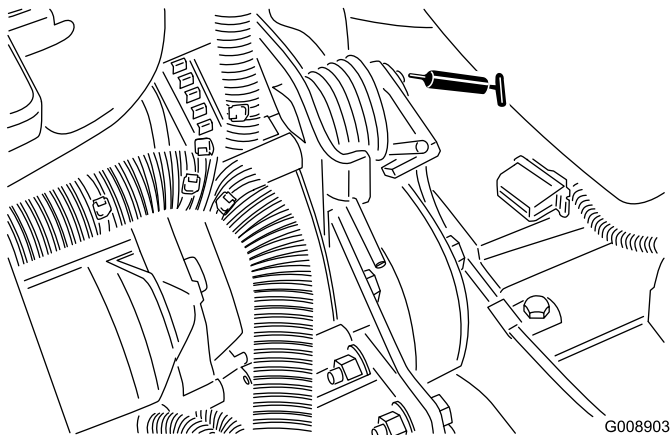

Рисунок 40
- Ось поворота механизма натяжения ремня (Рисунок 40)